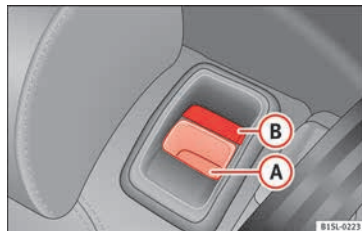

Fig. 132 Banquette arrière : touche de déverrouillage (A) ; marque rouge (B).
- Tirez la touche de déverrouillage » fig. 132 A vers l'avant et relevez en même temps le dossier de la banquette arrière.